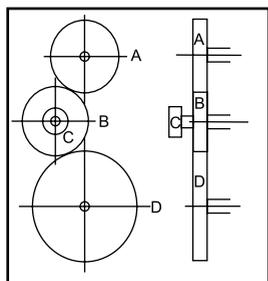

рис. 3
а) рис.3 - для нарезания резьбы шагом =0,5 мм используйте положение шестерён:
- Когда конфигурация зубчатой передачи простая, как показана на рис.3. шестерня В действует как холостая и ее размер не имеет значения - любая подходящая подойдёт для соединения А и D.
- Осторожно снять шестерни, чтобы сохранить на месте маленькие шпонки на валах и установить необходимые шестерни. Количество зубьев (Z) на каждой шестерне промаркировано. Установите крепёжные болты, убедившись, что плоские шайбы установлены на втулках шестерён в каждом случае.